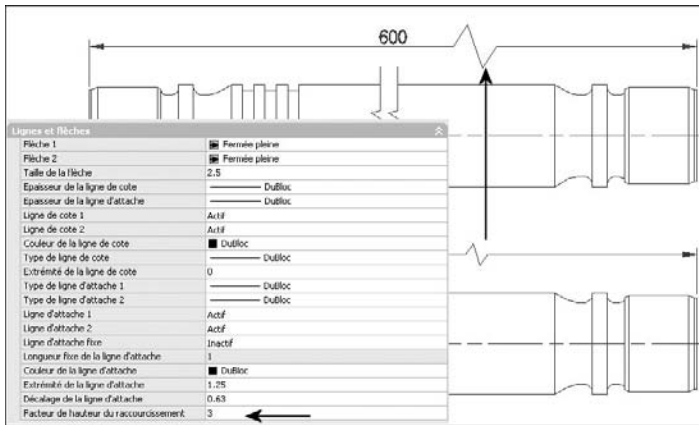

Fig.9.25
- 7 Sélectionner **Facteur de hauteur du raccourcissement** (Jog height factor) et entrez la nouvelle hauteur du raccourcissement (fig.9.25).